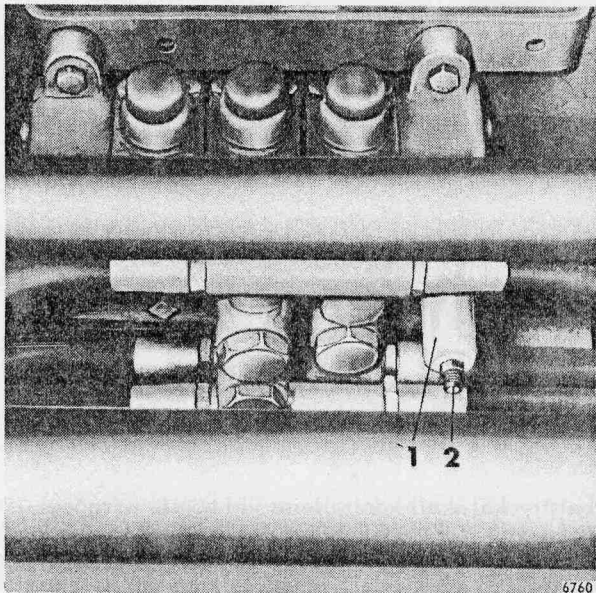

Fig 158.
3. För spaken för tippcylindrarna bakåt och kontrollera överströmningsventilens reglertryck. Justera därefter ventilen till ca 125 kp/cm², se fig 158. Om justerskruv dras in tre varv höjs trycket ca 30 kp/cm².